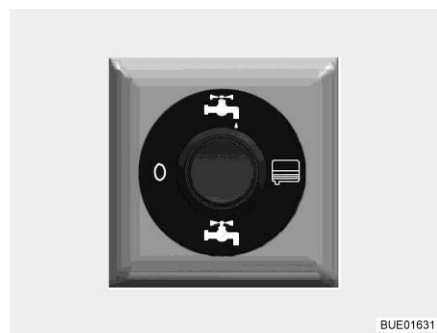

Fig. 199 Interruttore di comando per rubinetto di scarico ad azionamento elettrico (parzialmente accessorio opzionale)
- Spingere in alto l'interruttore di comando (Fig. 199). Le acque grigie vengono scaricate.
- Dopo la completa fuoriuscita delle acque grigie, spingere in basso l'interruttore di comando (Fig. 199).
- Portare l'interruttore di comando (Fig. 199) in posizione "0" (spento).